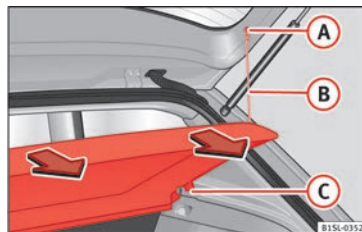

Fig. 137 Nel bagagliaio: smontaggio e rimontaggio del ripiano portaoggetti
- Sganciare i tiranti » » **fig. 137 (B)** dagli alloggiamenti **(A)**.